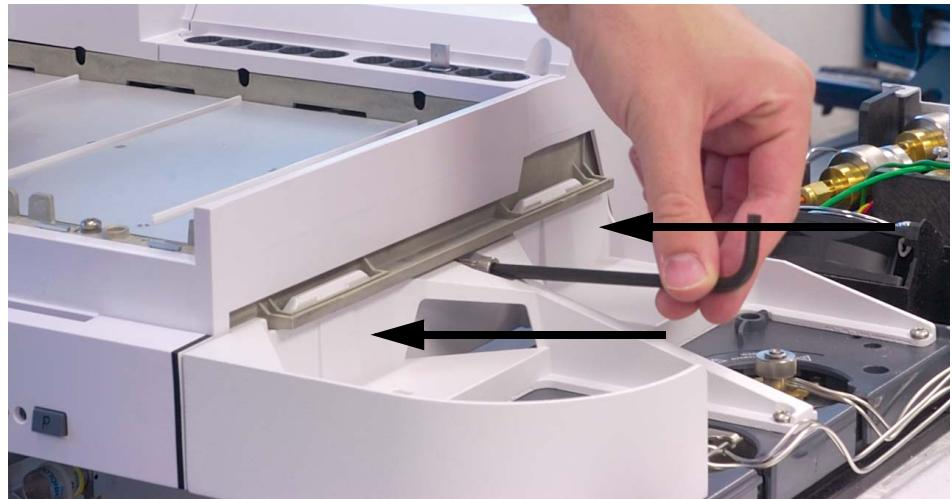

Figura 5 Vassoio per campioni correttamente installato.
- 3 Una volta agganciato, assicurarsi che il vassoio per campioni sia piatto contro la staffa di montaggio. Ogni linguetta sulla staffa di montaggio deve essere perfettamente agganciata alla staffa del vassoio (Figura 5).